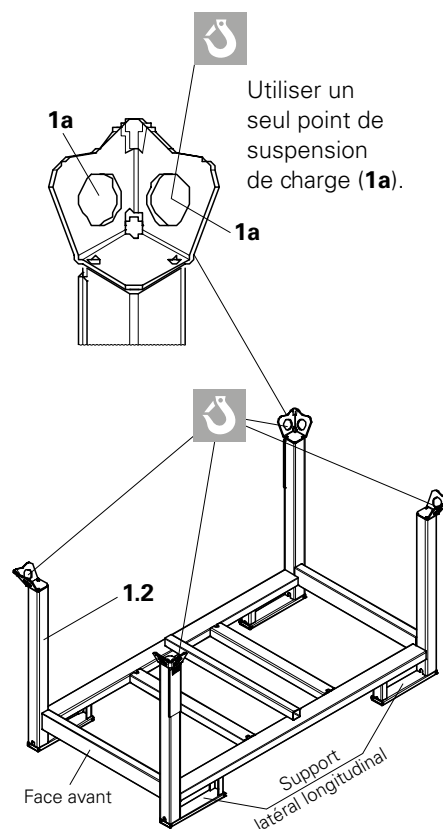

Fig. A1.01
Les palettes représentent une solution de stockage et de transport des étais tirant-poussant. (Fig. A1.01)
- Utiliser l'élingue multifonction ou l'élingue à 4 brins. Sur chaque palette, attacher un crochet (**12a**) à un point de suspension de charge (**1a**). → Quatre points de suspension de charge par palette. (Fig. A1.01)
Les palettes (**1.1/1.2**) peuvent être soulevées dans le sens de la longueur ou par l'avant. (Fig. A1.01)